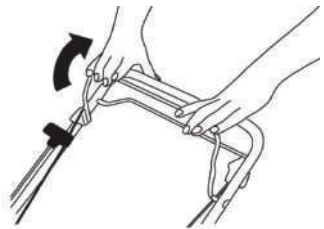

Рис. 12
2. Нажмите и удерживайте рычаг останова двигателя (Рис. 12).